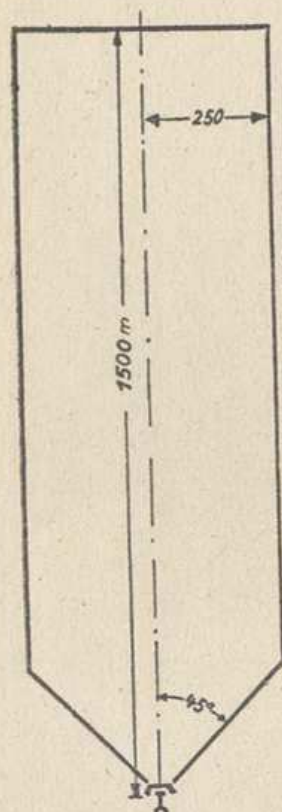

Bild 17
- a) Absperrung der Schußbahn siehe Bild 17.